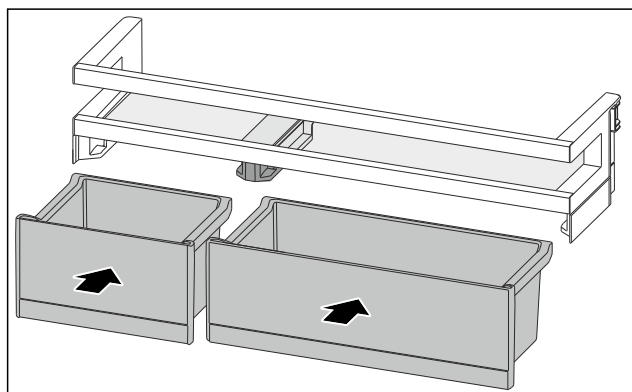

Fig. 123
- Indsæt VarioBox'erne i omvendt rækkefølge. (se Fig. 123)